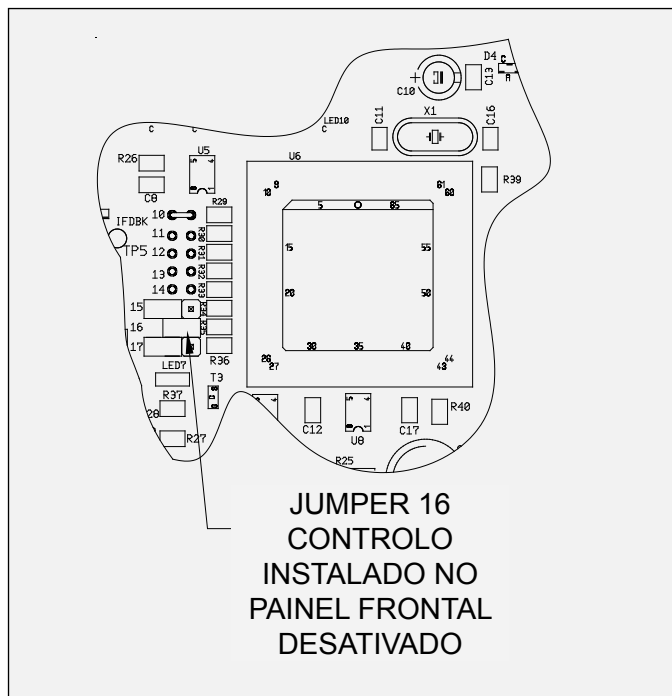

Figura 9: Local do Jumper - Bloqueio do painel frontal
3. Coloque o jumper entre os dois (2) pinos no local 16 na placa PC principal (consulte a Figura 9).